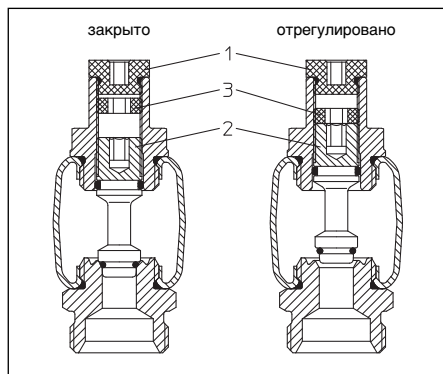

Рис. 7.1. Настройка регулирующих вставок
7.2. Настройка ротаметров (рис. 7.1)